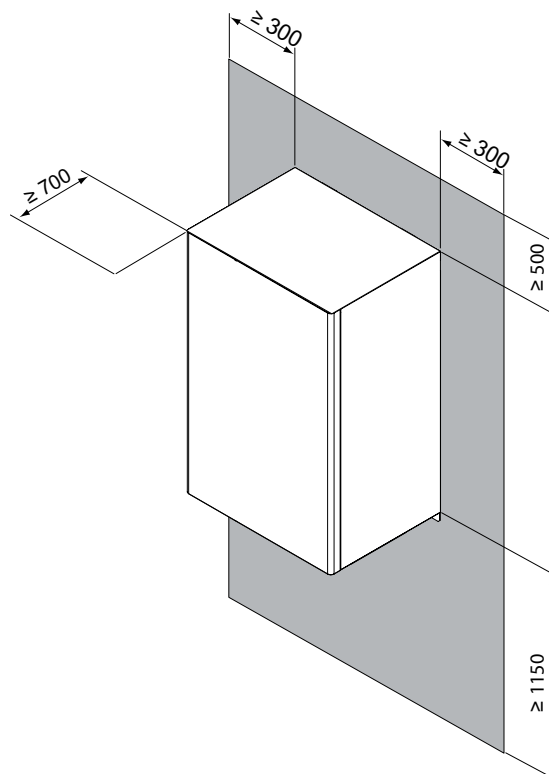

fig. 7 - zona minimale e funksionimit për njësinë e brendshme
- Hapësira përreth njësisë është e përshtatshme për mirëmbajtje, shih fig. 7.